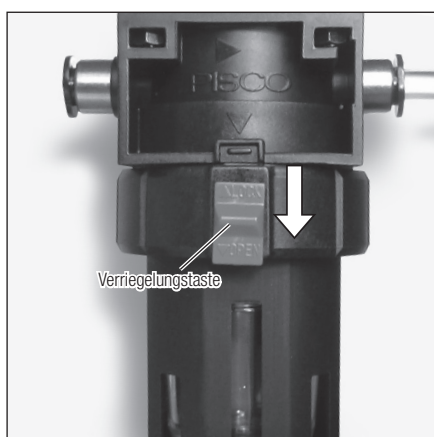

Abb. 33
- 4) Bewegen Sie die rote Verriegelungstaste zum "▼ ÖFFNEN" nach unten (Abb. 33).